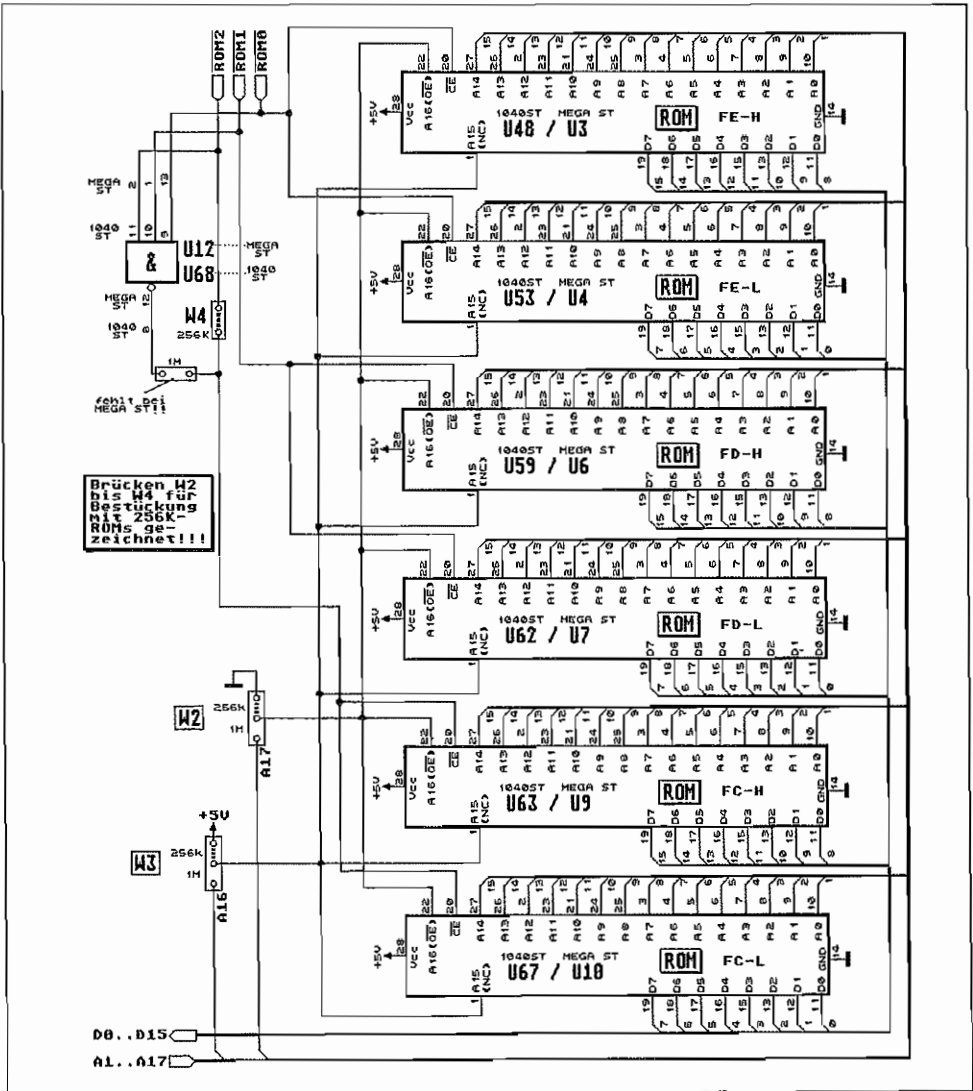

Abb. 1.7: Schaltung der ROM-Bank für MEGA ST und 1040ST(M)
Das bedeutet, daß für das TOS nur noch zwei Chips mit je 128K x 8 Bit Kapazität erforderlich sind und diese noch nicht einmal voll ausgenutzt werden! In Abbildung 1.7 ist der Schaltungsauszug wiedergegeben, der zeigt, wie die Einbindung der Betriebssystem-ROMs beim MEGA ST und bei Geräten der 1040er-Serie vorgenommen wurde.
Bei Verwendung von Megabit-ROMs kommt man locker mit zwei Chips (2 x 128 KByte = 256KByte) aus, um das komplette TOS darin unterzubringen. Allerdings muß dazu natürlich dafür gesorgt werden, daß sich dieses Chip-Pärchen über den gesamten ROM-Adreßbereich von \$FC 0000..\$FE FFFF "angesprochen" fühlt und auch alle Adreßleitungen am Chip vorhanden sind. Das Platinenlayout beim MEGA ST und 1040 STF(M) ist entsprechend ausgelegt. Die Mega-Bit-ROMs müssen dazu in die Fassungen für U63/U9 und U67/U10 eingesetzt sein. Über entsprechende Lötbrücken wird die korrekte Einbindung der ROM-Chips dann folgendermaßen vorgenommen (siehe dazu Abbildung 1.7!):
In Abbildung 1.7 ist die Bestückung der Brücken (sie werden im MEGA ST übrigens durch 0 OHM-Widerstände realisiert!) für 256KBit-ROMs eingezeichnet. Wo findet man nun den Gatterbaustein U12 (MEGA ST) bzw. U68 (1040STF(M)) auf der Platine?